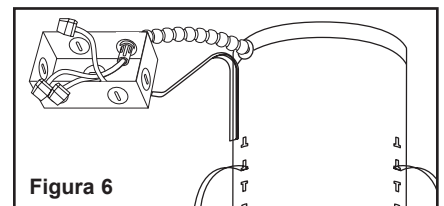

Figura 6
Paso 2. Quite la tapa de la caja de conexiones. Quite los troqueles correspondientes para conectar ducto metálico flexible o cable no metálico a la caja de conexiones con los conectores correctos (por otros) (Figura 6).